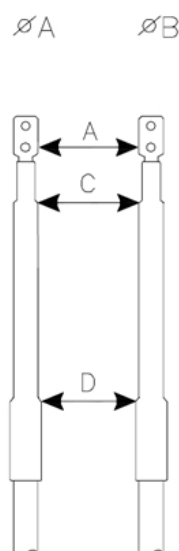

Figura 3
- Distancia entre Fases a la misma altura. Figura 3.